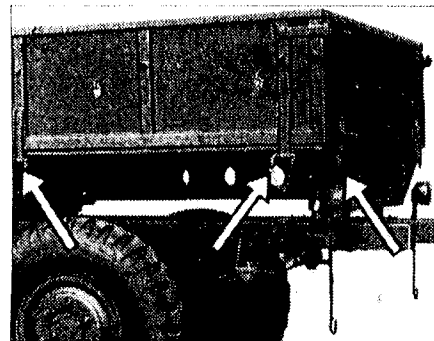

Abb. 5
5. Bordwände abbauen: Verschlussbaken lösen und Scharnierbolzen herausziehen. (Abb. 5)